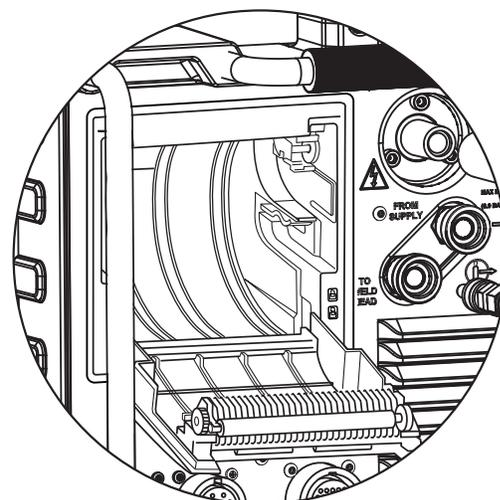

Fig. 51—Extraer el rollo de papel
2. Extraiga el rollo de papel gastado (Fig. 51).